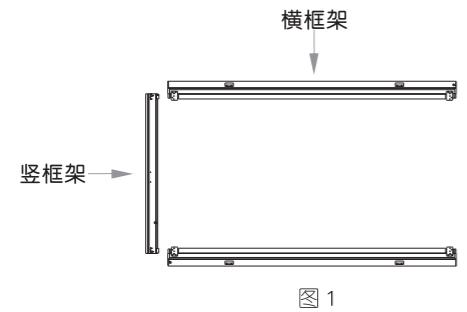

图 1
1. 将两条竖框架与两条横框架背面朝上放在水平地面上，组成一个矩形如图1